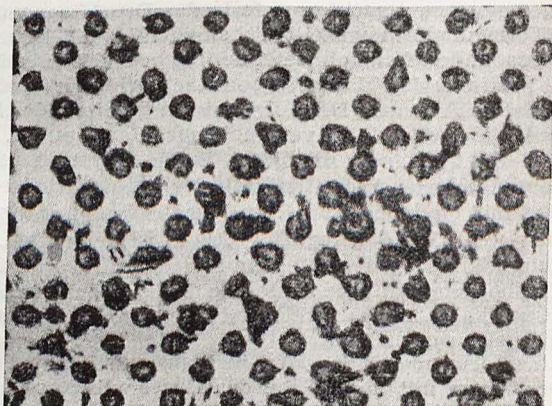

Bild 35
4. Bei Farbschmitz beanspruchen die Tiefen des Bildes mehr Farbe, als den Halbtönen zuträglich ist. Infolgedessen zeigen deren Rasterpunkte nach den Kanten zu gequetschte Farbe. Dieses Ausquetschen tritt jedoch nicht bei allen Punkten gleichmäßig auf. Deshalb sehen derartig mit Farbe überladene Halbtöne unruhig und schmitzend aus; siehe hierzu Bild 35 auf Seite 92.